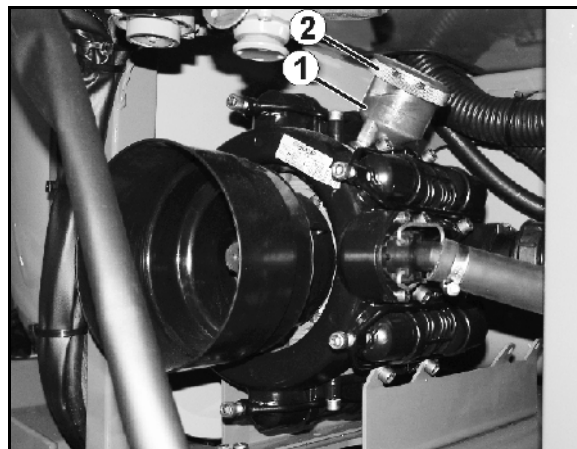

Fig. 172
1. Oljenivået skal være synlig i markeringen (Fig. 172/1) når pumpen står stille i vannrett stilling.
2. Lokket (Fig. 172/2) tas av og olje fylles på når oljenivået ikke er synlig i markeringen (Fig. 172/1).
2. Ta av lokket (Fig. 172/2).
5. Inngangsakselen dreies vekselvis mot høyre og venstre samtidig som det fylles langsomt på olje. Den korrekte oljemengden er påfylt når oljen er synlig i markeringen (Fig. 172/1).